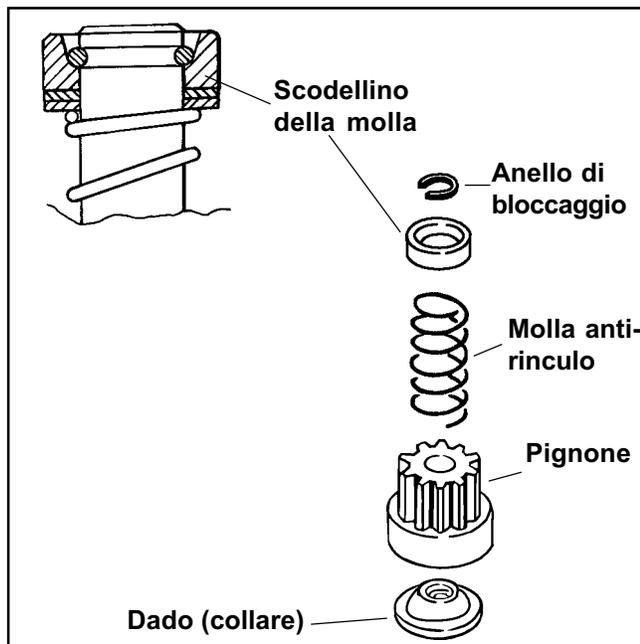

Figura 7-12. Componenti di innesto.
Ogni **3 anni** o **150 ore** di esercizio, pulire e lubrificare le scanalature sull'albero di trasmissione del motorino di avviamento. Se il pignone è usurato oppure presenta alcuni denti rotti, deve essere sostituito. Vedere Figura 7-12.
2. Facendo riferimento alla Figura 7-12, afferrare lo scodellino della molla e premerlo verso il motorino di avviamento comprimendo la molla anti-rinculo ed esponendo l'anello di bloccaggio.